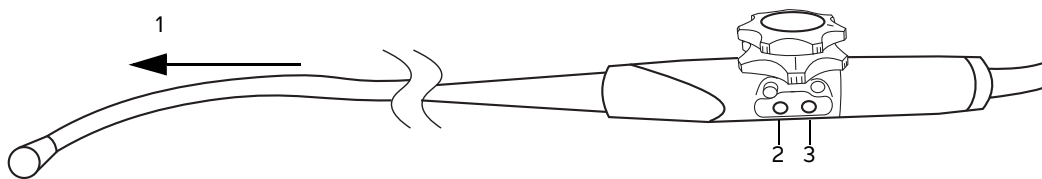

Abbildung 2-7 Steuerelemente der Rotation der Abtastebene
Die Rotation der Abtastebene wird über einen Motor im Griff der Schallsonde angetrieben, der über die weißen Tasten unterhalb der Bremsenregler am Griff gesteuert wird (siehe Abbildung 2-7).
- 3 Die Steuerknöpfe der Abtastebene am Griff drücken, um die Abtastebene gegen von 0° bis 180° und zurück von 180° bis 0° zu drehen. Siehe **Abbildung 2-7** auf Seite 2-11.